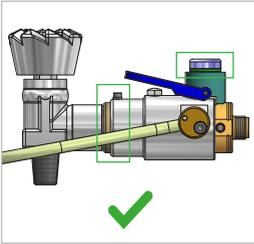
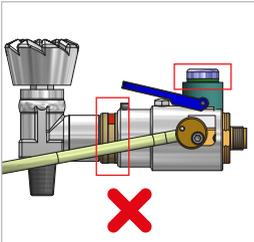

Abbildung 7
Abbildung 8
- Der WEH® Adapter ist **nur** richtig angeschlossen, wenn der grüne Ring ganz aus dem Gehäuse ausgefahren und sichtbar ist. Die rote Markierung am Vorderteil darf **nicht** sichtbar sein (Abbildung 7 und Abbildung 8).